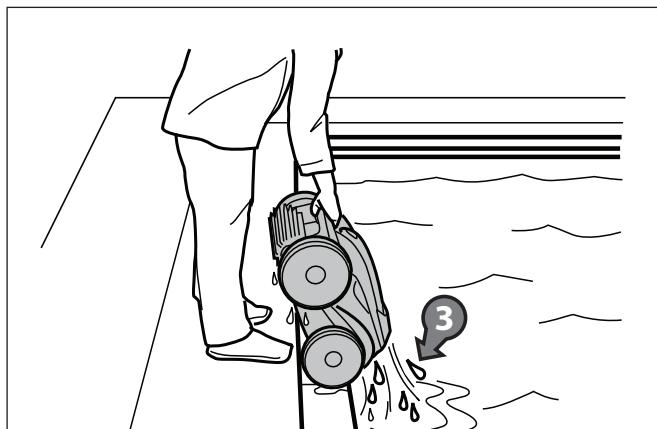

Figure 18. Nettoyeur placé à la verticale pour l'écoulement de l'eau
2. Tenez le nettoyeur à la verticale pour laisser l'eau s'écouler (Figure 18).